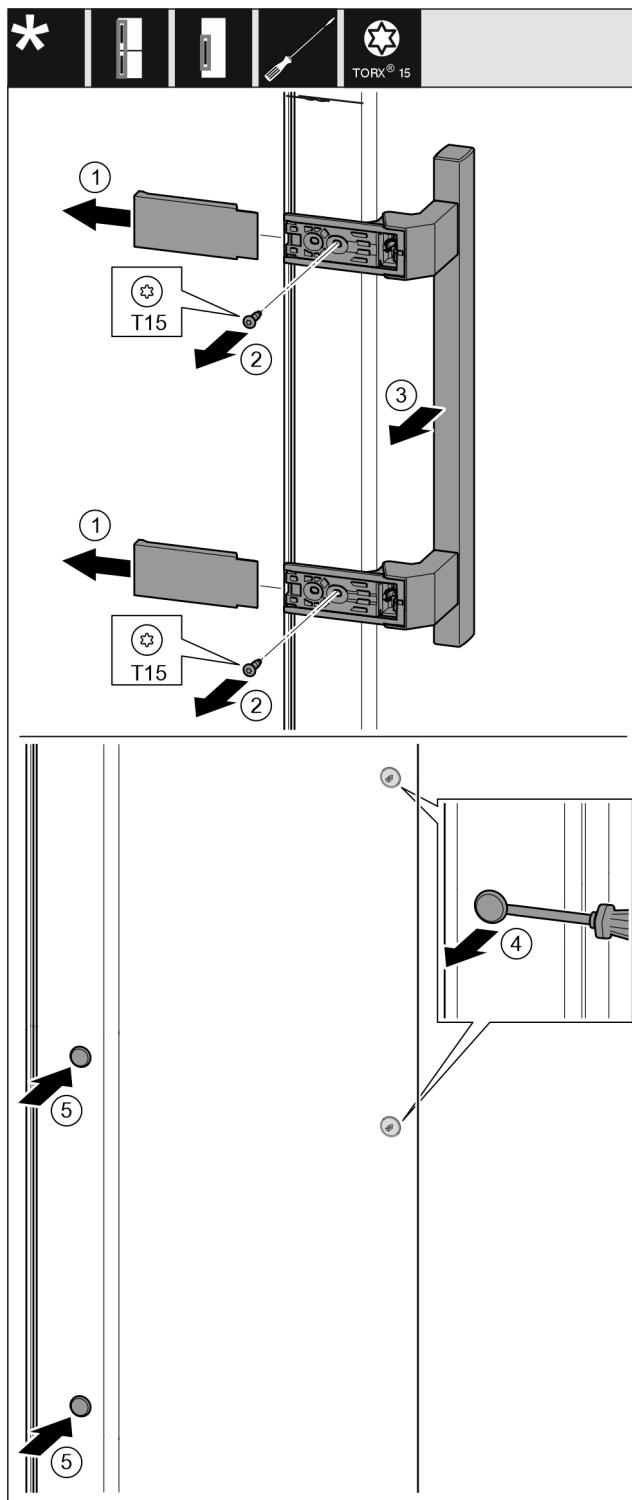

Fig. 19
- Stiahnite kryt. Fig. 19 (1)
- Skrutkovačom T15 vyskrutkujte skrutky. Fig. 19 (2)
- Odoberte držadlo. Fig. 19 (3)
- Plochým skrutkovačom opatrne nadvihnite a vyberte bočnú zátku. Fig. 19 (4)
- Zátku opäť nasad'te na druhú stranu. Fig. 19 (5)